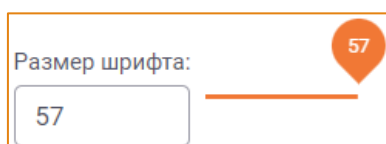

Рис. 278 – Поле «Размер шрифта»
- **Размер шрифта** – настройка размера шрифта выполняется как с помощью установки ползунка на шкале, так и с помощью ручного ввода значения в диапазоне от 6 до 120 (Рис. 278);